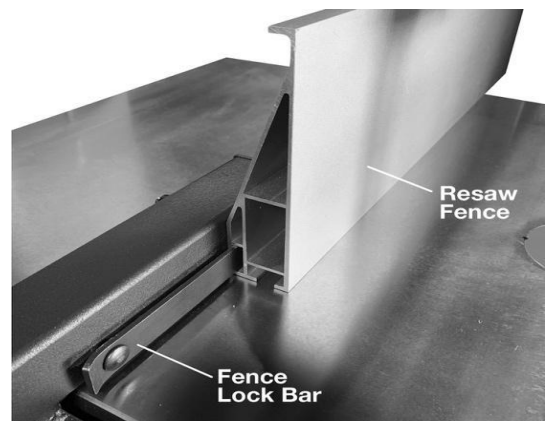

Рис. 27
4. Наденьте повторно планку на консоль упора, как показано на рис.27. Затяните ручки фиксатора планки. Если упор с трудом устанавливается на фиксатор, попробуйте приподнять ручку фиксатора упора или еще сильнее ослабить ручки фиксатора.